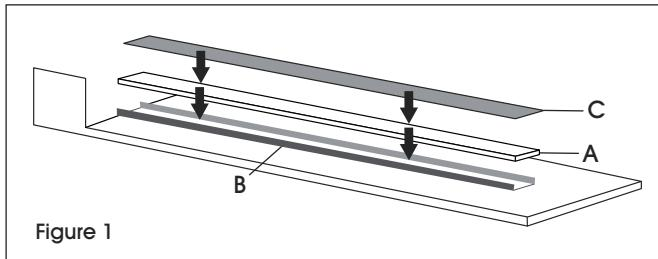
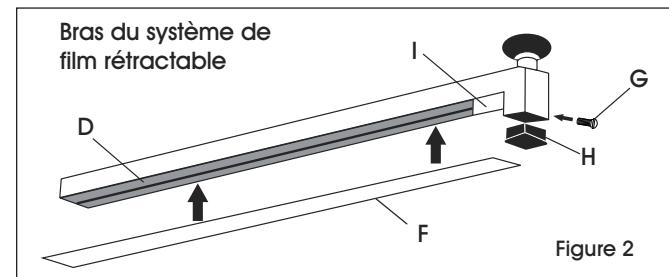

Figure 1
Figure 2
- Placez le nouveau tampon en caoutchouc de silicone (A) à l'intérieur de la rainure en métal (B). (Voir Figure 1)
- Retirez le ruban adhésif usé du panneau flexible (D) en dessous du bras de la scelleuse. (Voir Figure 2)
- Posez le ruban adhésif en Téflon brun foncé de 10 mil (C) sur le tampon en caoutchouc de silicone (A). (Voir Figure 1)
- Posez le ruban adhésif en Téflon brun de 3 mil au panneau flexible sur le fil de scellage en nichrome (F).
- Repérez et retirez la vis en plastique noir (G) sur le côté droit du bras de la scelleuse. Retirez l'embout en plastique noir (H). Retirez le manchon isolant en plastique blanc (I). (Voir Figure 2)